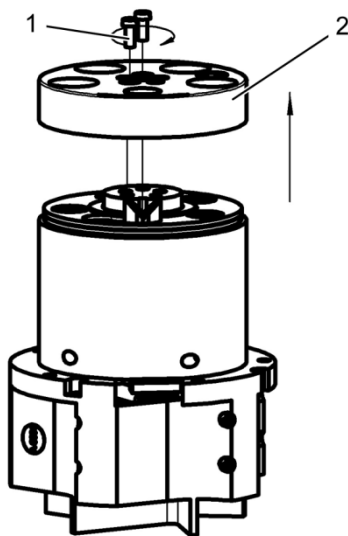

Abb. 70: Schrauben lösen
1. Die beiden innenliegenden Schrauben (Abb. 70/1) auf der Abdeckung (Abb. 70/2) lösen und entfernen.